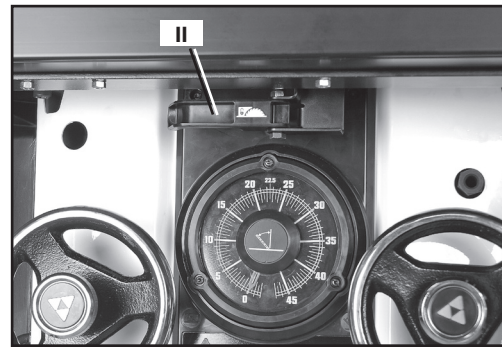

FIG. 29
1. Tire de la parte frontal del mango de liberación del hendedor (II) Fig. 29 que se encuentra en la parte frontal de la sierra debajo del banco, justo arriba del calibre.